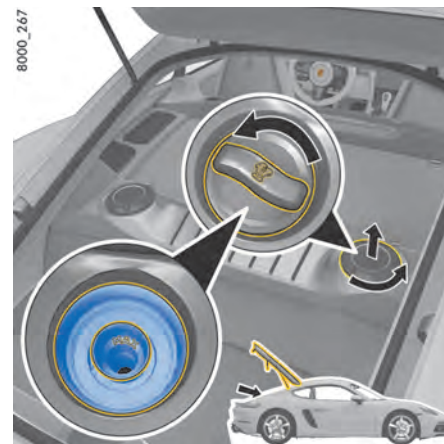

Fig 139 : Vase d'expansion Cayman
2. Cayman : tournez le bouchon vers la gauche et retirez-le (Fig. 139).
8. Cayman : remettez le bouchon en place et tournez-le vers la droite (Fig. 139).